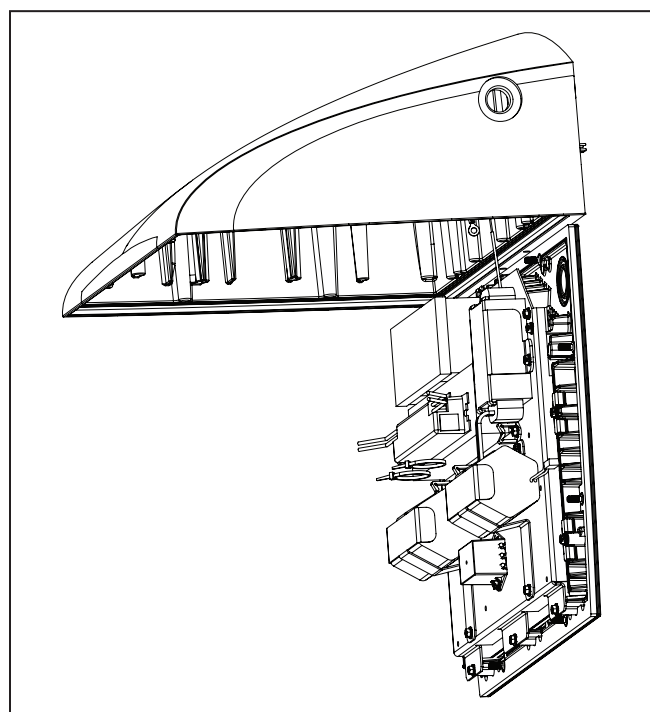

Figure 7.
7. Installez la porte du luminaire. Accrochez la porte à l'aide des deux câbles à embout sphérique en les faisant passer dans les supports (figure 7). Effectuez les connexions des faisceaux de fils entre le boîtier supérieur et la porte.